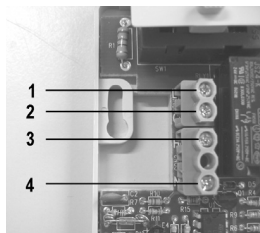

**Figure 3**
- Retirez la vis de fixation dans le trou de gauche alors libéré (voir fig. 3).